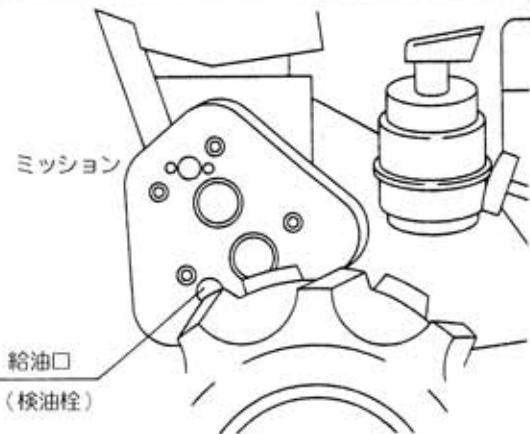

図49
- ② トランスミッションの検油栓を外してください。(図49)
(図49)